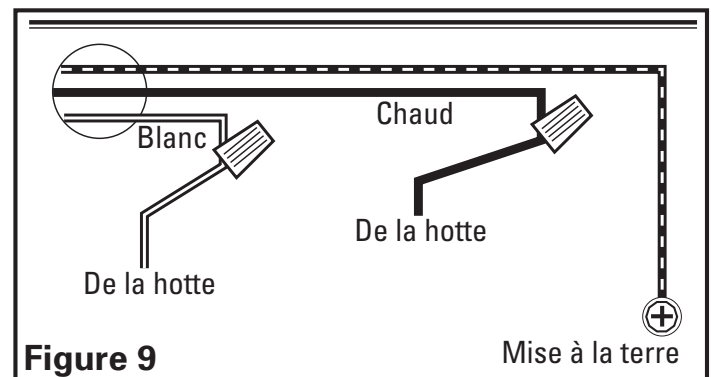

Figure 9
1. Branchez le fil blanc de la hotte au fil blanc du bloc d'alimentation et faites de même pour le fil noir. Branchez le fil de mise à la terre (vert ou dénudé) du bloc d'alimentation à la vis de mise à la terre verte de la hotte. Suivez les méthodes homologuées pour effectuer toutes les connexions (**Figure 9**).